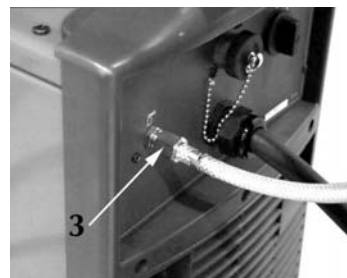

Fig. 15
- 3) Kople gasslangens feste (Fig. 15) til gassfestet () på generatørs bakpanel.